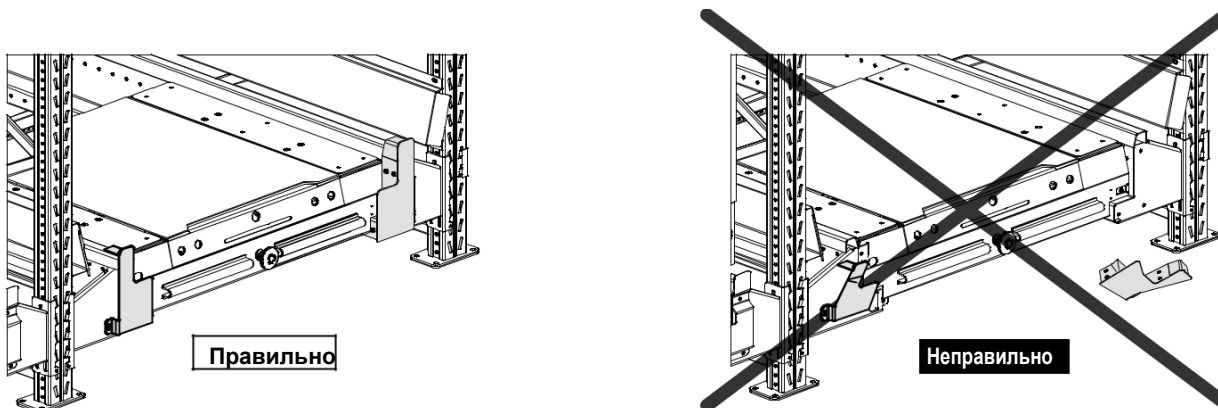

Рисунок 20 - Защита кронштейнов для рельса шаттла
► Необходимо контролировать состояние защит кронштейнов для рельса шаттла. Их деформация, либо отсутствие не допускается, т.к. по ним шаттл определяет дистанцию до края канала (рис. 20).